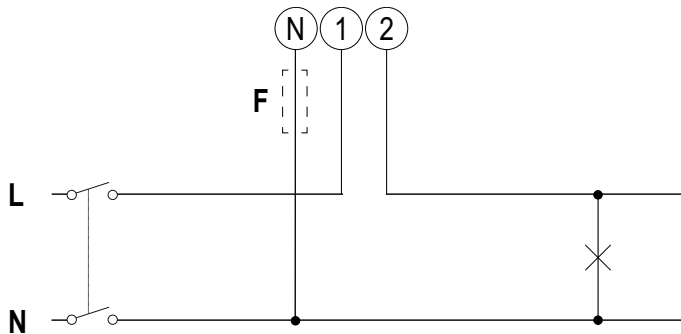

Fig. 2
Fig. 2	Fusible (F) de 315 mA de sistema de fase única, si lo prevé la ley local. Salida de pulsos (dos posibles conexiones) Vdc : tensión externa (corriente continua) Out : contacto de salida (transistor PNP colector abierto)